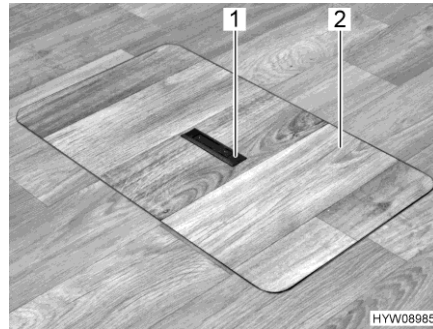
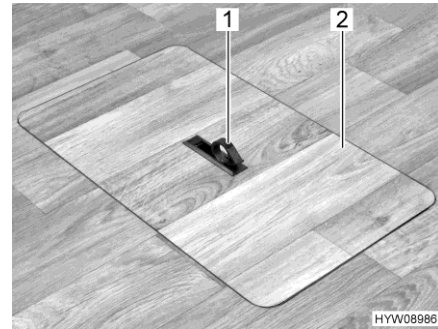

Bild 53 Abdeckung Bodenstaufach (Griff versenkt)
Bild 54 Abdeckung Bodenstaufach (Griff herausgeschwenkt)
- Auf einer Seite Griffplatte (Bild 53,1) nach unten drücken. Der Griff (Bild 54,1) schwenkt nach oben.
- Abdeckung (Bild 54,2) nach oben abnehmen.
- Abdeckung (Bild 54,2) in den Rahmen im Boden einsetzen.